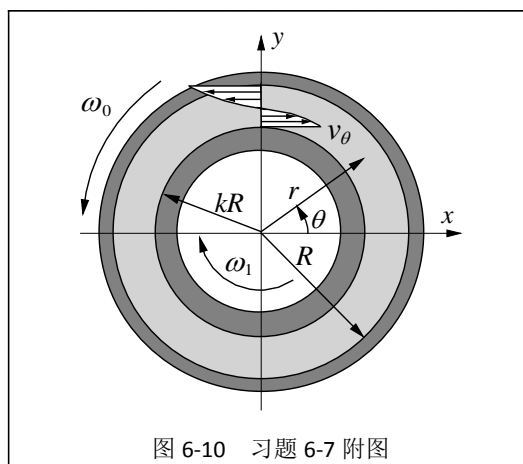

图 6-10 习题 6-7 附图
**6-7** 两同心圆筒如图 6-10 所示，外筒内半径为  $R$ ，以角速度  $\omega_0$  逆时针转动；内筒外半径为  $kR$ ， $k < 1$ ，以角速度  $\omega_1$  顺时针转动；两筒之间充满不可压缩流体，因间隙很小，其流动可视为层流流动。忽略重力和端部效应影响，并取切向速度沿逆时针为正，试确定两筒之间流体的速度分布和切应力分布。